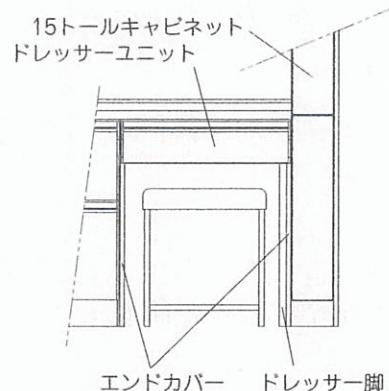

図11-8
②所定のネジでエンドカバーを固定し、ネジ頭隠しシールを貼付けてください（図11-8）。